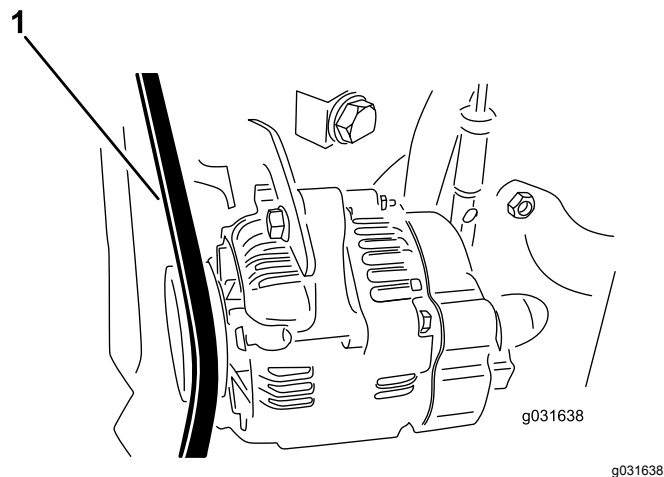

Figura 61
2. Verifique a pressão calcando a correia até ficar entre o alternador e as polias da alavanca do cárter, utilizando uma força de 30 N·m (Figura 61).